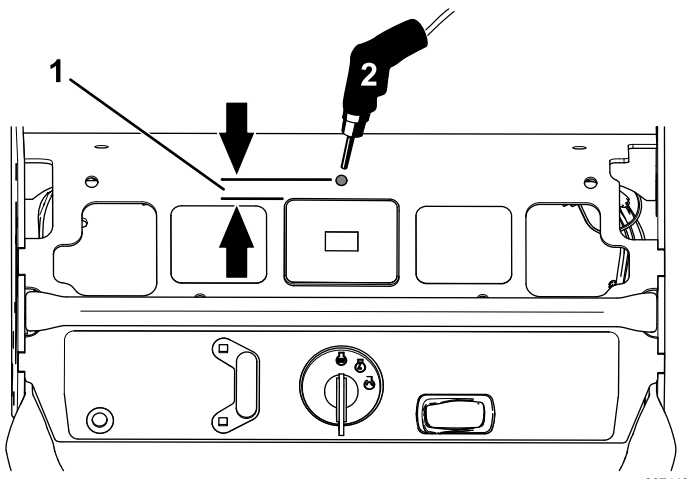

Figura 7
6. Faça um furo (12 mm) na frente do contador de horas para o interruptor do comutador (Figura 7).